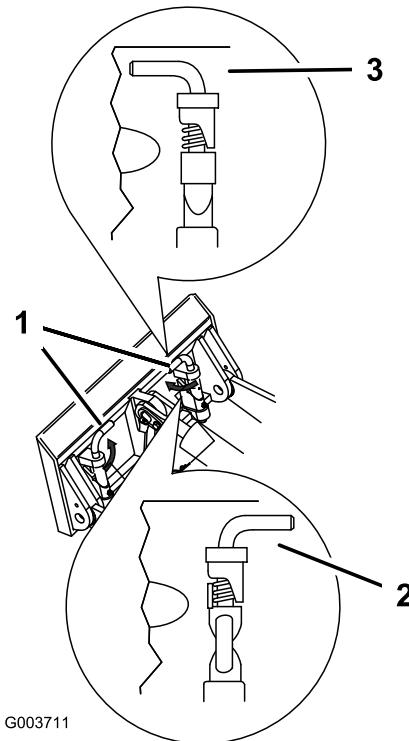

Bild 16
7. Lassen die Schnellbefestigungsstifte eingreifen und stellen Sie sicher, dass sie vollständig in der Befestigungsplatte sitzen (Bild 16).